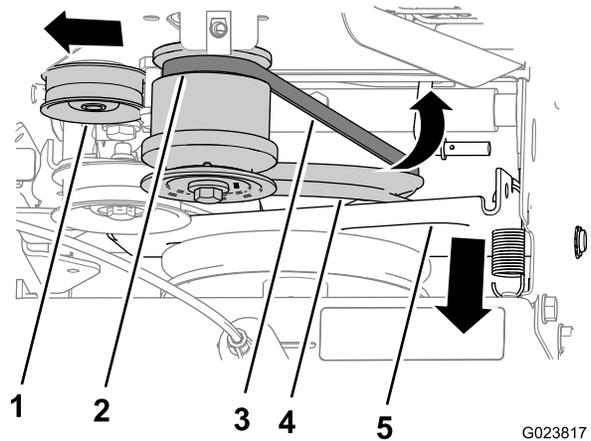

Figura 41
- Gire el soporte del control de tracción y la polea de tracción hacia adelante (Figura 41).
- Tire hacia fuera de la polea tensora (Figura 41).
- Retire la correa de la ranura trasera de la polea del motor y retire la correa de la máquina (Figura 41).
- Coloque la correa en la ranura de la polea de tracción (Figura 41).
- Coloque la correa en la ranura trasera de la polea del motor (Figura 41).